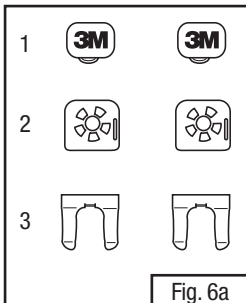

Fig. 6a
- La Fig. 6a muestra el kit de pivote. Desde arriba hacia abajo, la parte marcada “3M” es el poste (1), la siguiente es de la “placa trasera” (2), y la parte inferior de la Fig. 6a es el “sujetador con resorte de metal” (3).